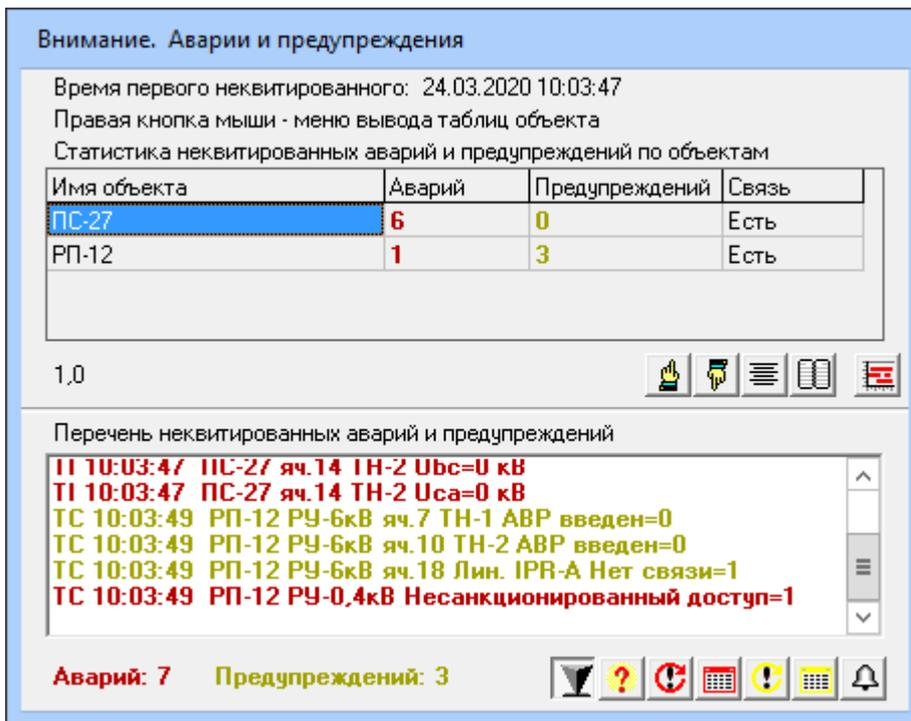

Рис.3.9. Окно “Внимание. Аварии и предупреждения”.
3.4.6.2. Флаг “Разрешить всплывающее окно ‘Внимание. Аварии и предупреждения’” управляет видимостью данного окна. Окно “Внимание. Аварии и предупреждения” имеет вид, показанный на рис.3.9.